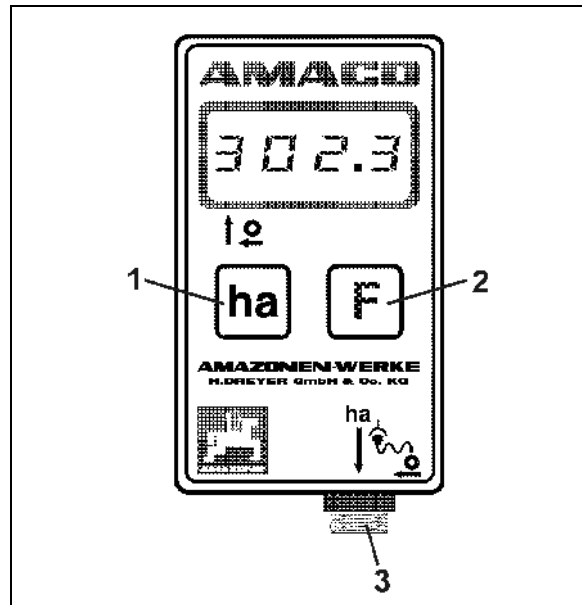

Fig. 3
Tuş  (Fig. 3/1).
Tuş  (Fig. 3/2)
- **Sensör bağlantısı (Fig. 3/3).**